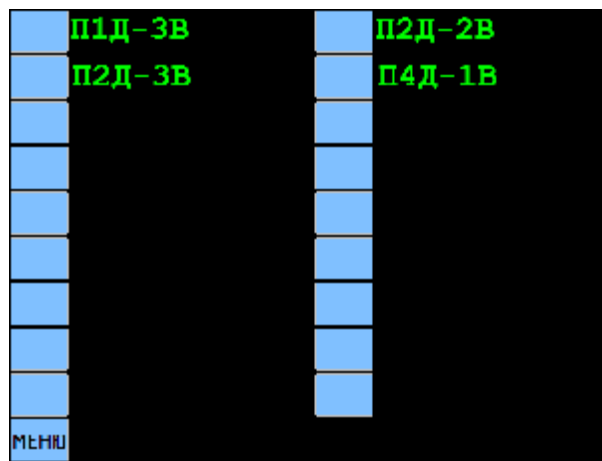

Рисунок 2.2 – Меню выбора типа ВКУ
Примечание – Значения параметров **Uраб**, **Uрк**, **f** и **t**, введённые в память прибора, соответствуют требованиям ТД на каждый тип ВКУ, присутствующий в меню выбора типа ВКУ (рисунок 2.2).
2.2.3.18. Для измерения параметров изделия другого типа нажать кнопку **«НАЗАД»**. На экран выводится изображение, приведённое на рисунке 2.5. Нажать кнопку **«ТИП»** и в появившемся на экране меню выбора типа ВКУ (рисунок 2.2) выбрать необходимое изделие. На экран выводится изображение, аналогичное приведённому на рисунке 2.5, с новым выбранным типом ВКУ и соответствующими ему режимами испытаний.